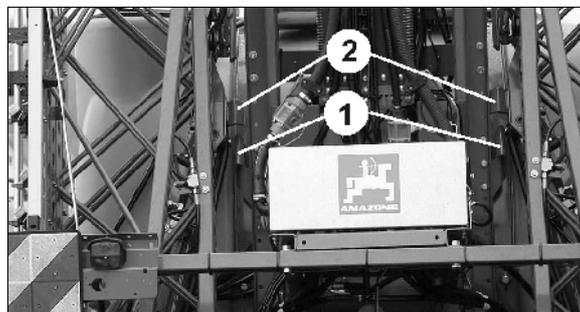

Fig. 51
2. Levantar el paquete del varillaje mediante los pulsadores de regulación de altura, hasta que los soportes de captación (Fig. 51 /1) liberen las escotaduras de captación (Fig. 51 /2).
Fig. 51 muestra el varillaje de rociado desbloqueado.